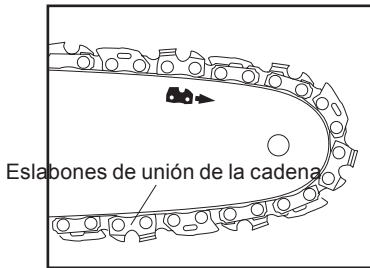

Fig. 6
1. Coloque el producto sobre una superficie plana adecuada con la cubierta de la motosierra (12) orientada hacia usted.
2. Compruebe la tensión de la cadena levantando con una mano la cadena (8) contra el peso del producto. La tensión correcta de la cadena se consigue cuando esta se puede levantar aproximadamente 2-4 mm de la espada (9) en el centro (Fig. 6, 7).